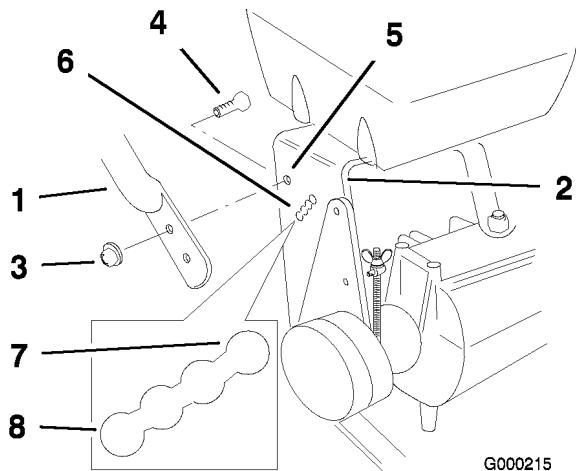

Figura 22
2. Afloje los pernos con arandela prensada superiores (3/8 x 1-1/4 pulg.) y la tuerca con arandela prensada que sujetan el manillar al bastidor trasero (Figura 22).
3. Retire los pernos con arandela prensada inferiores (3/8 x 1 pulgada) y las tuercas con arandela prensada que sujetan el manillar al bastidor trasero (Figura 22).